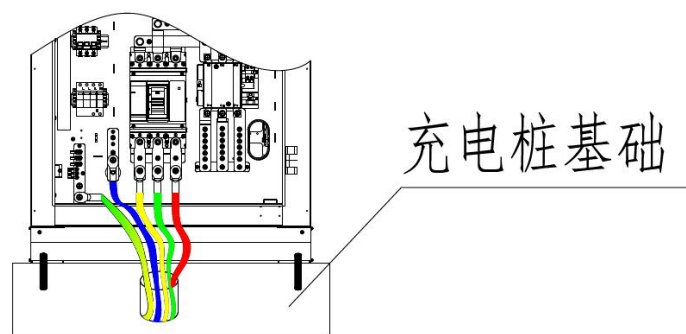

图 14
- 用 M12 螺丝将电缆头按对应的顺序固定在铜排上，扭矩为 $25-30\text{N} \cdot \text{m}$ ，并校准力矩。（如图 14）